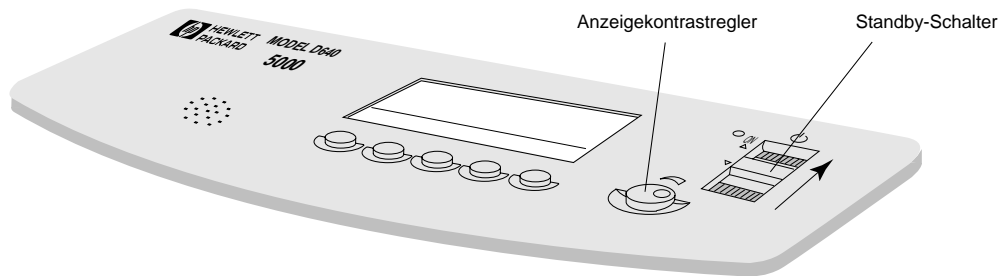

Abbildung 1-11 Einschalten über den Standby-Schalter
3. Schalten Sie den Drucker über den Standby-Schalter (siehe Abbildung 1-11) ein, indem Sie den Schalter kurz nach oben drücken.
4. Wenn auf der Anzeige auch nach 5 bis 10 Sekunden keine Meldung erscheint, stellen Sie den Anzeigecontrast auf die Position "2 Uhr" ein, wie in Abbildung 1-11 gezeigt. Anschließend können Sie den Kontrast wie gewünscht anpassen.